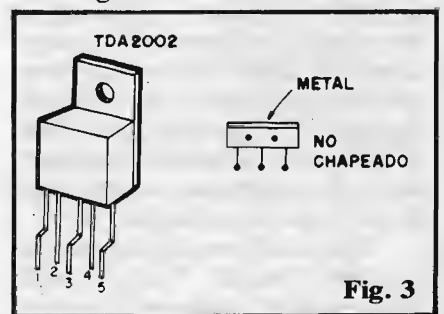
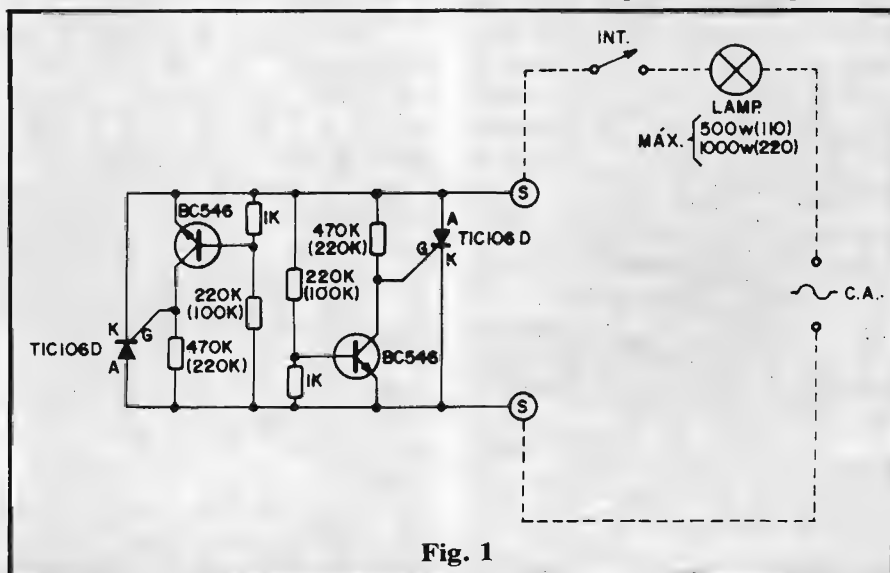

Fig. 3
Fig. 1
A fig. 3 dá importantes complementos informativos, quanto aos Integrados de potência 2002, sua aparência, disposição de pinagem e estilização adotada no "chapeado" da presente matéria... Por fora o 2002 parece um transistor de potência comum, da série "TIP", porém apresentando nada menos que 5 "pernas" (os transistores têm 3...). Como o espaçamento de tais pernas é muito "rente", de forma alternada a 1ª, 3ª e 5ª "pernas" têm "joelhos", ou seja: uma dobra em ângulo reto, "para a frente", de modo a convenientemente separá-las da 2ª a 4ª. Observem que essa contagem deve ser feita olhando-se o componente de frente, com as "pernas para baixo" e com a lapela metalizada "para trás"... É também importante notar que o pino central (3ª "perna") encontra-se internamente ligado à própria lapela metálica e dissipação e, coincidentemente, refere-se à ligação do **negativo** da alimentação... Isso facilita e descomplica bastante a incorporação de dissipadores ao componente, **sem** o excesso de cuidados quanto à isolação, que normalmente devem ser tomados (veremos isso, adiante...).
A fig. 1 mostra o simples diagrama do circuito do PROTELAMP, em seus dois módulos simétricos e opostos (em polaridade), de modo a promover o controle de acionamento momentâneo da lâmpada em ambos os ciclos da C.A. Cada um dos módulos é formado por um SCR (Retificador Controlado de Silício), componentes de "mão única", capaz, portanto, de determinar o chaveamento da lâmpada em apenas um dos semiciclos da C.A. (já que os ditos SCRs encontram-se, no circuito, opostamente polarizados...).
- Tanto no "esquema" (fig. 1) quanto no "chapeado" (fig. 3), os valores estão originalmente dimensionados para rede de 220V. Se o PROTELAMP destinar-se ao